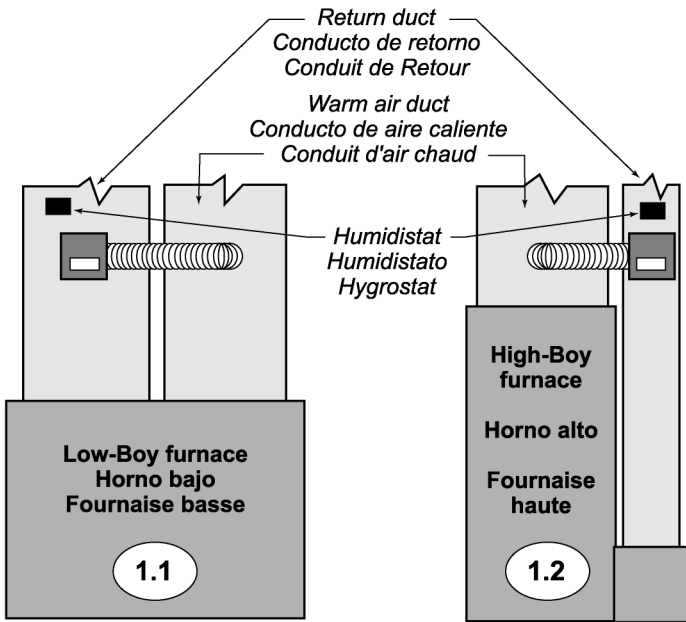

Fig.1 Typical installations
14. Installation de l'hygrostat et du transformateur (Voir Fig. 1, 2, 8 et 9)